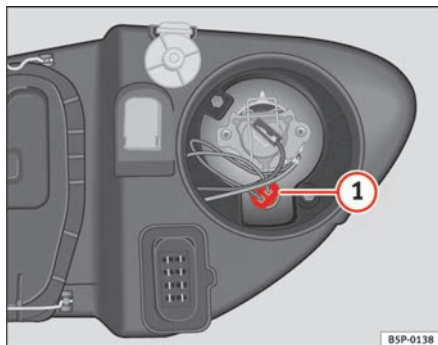

Abb. 184 Standlicht
- Die Fassung ⇒ Abb. 184 ① herausnehmen.